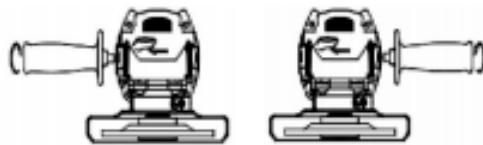

Fig. 2 – Montaje de la empuñadura auxiliar
1. Retire la empuñadura auxiliar (5) girándola en sentido anti-horario, Fig. 2;
2. Coloque la empuñadura auxiliar (5) del otro lado del equipo.